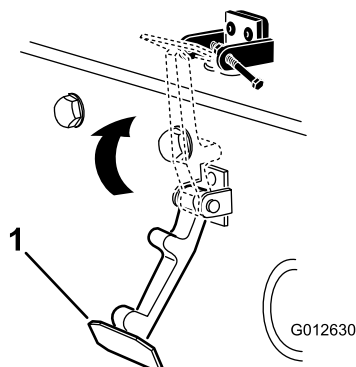

Bild 10
7. Haken Sie den Riegel in die Halterung des Motorhaubenriegels ein (Bild 10).